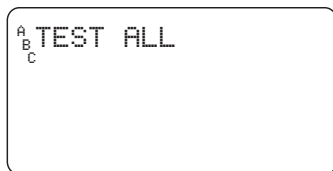

Figura 16: Funzione “Test Cycle” (Ciclo di prova) attivata sul display
- Premere il tasto **MANUAL** (Manuale) una sola volta [Vedere la Figura 16]